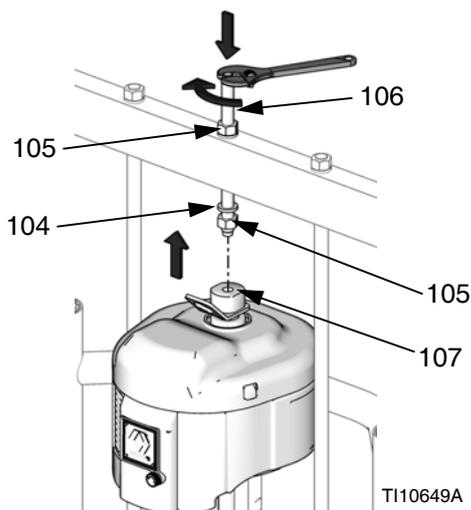

Fig. 30
- b. Instale la varilla roscada (106) a través del agujero central del travesaño. Instale las arandelas (104) y tuercas (105) de seguridad en la varilla roscada (106), tanto arriba como debajo del travesaño. Use una llave para sujetar el adaptador del anillo para levantar (107) y apriete con otra llave la varilla roscada (106) en el adaptador del anillo para levantar (107). Vea la FIG. 30.
- c. Apriete la tuerca (105) debajo del travesaño a (34 N•m) (25 pie-lb) como máximo.
- d. Apriete la tuerca (105) arriba del travesaño para bloquear el motor en su sitio.